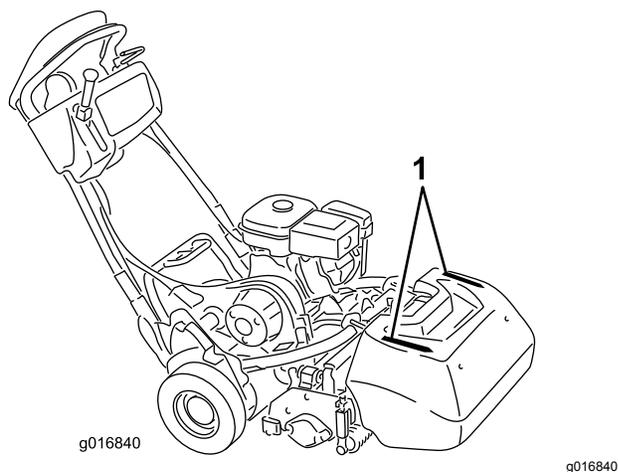

Figura 29
- Para lhe permitir cortar em linha reta ao longo do relvado, e manter máquina à mesma distância da extremidade do corte anterior, use as tiras de alinhamento existentes no cesto (Figura 29).